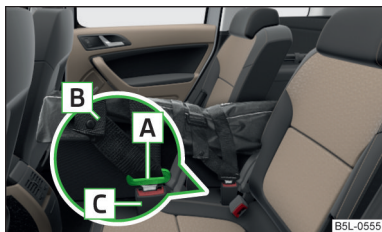

Fig. 76
- Meta las lengüetas **[A]** » fig. 76 en los cierres del cinturón de seguridad central **[C]**, primero a un lado y luego al otro lado.